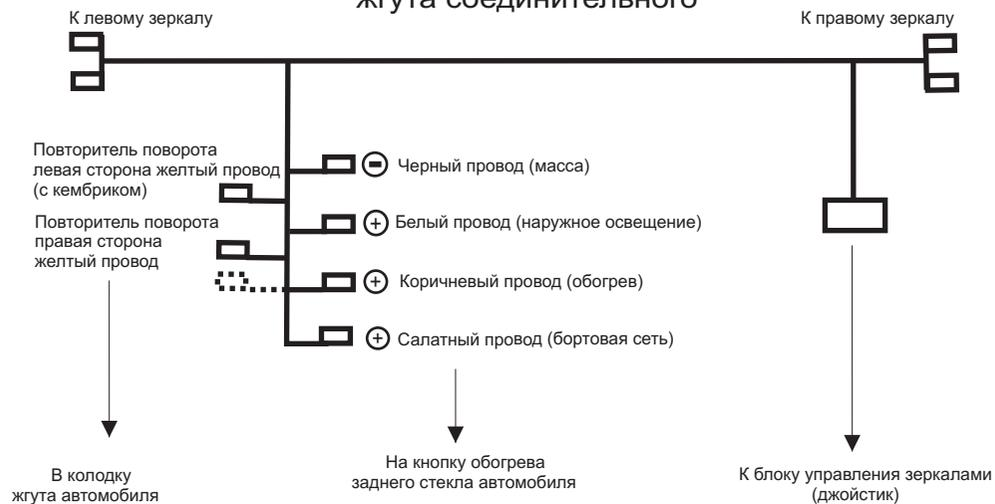

Рис. 2
4.13. Произвести подключение жгута соединительного к бортовой сети автомобиля согласно монтажной схеме Рис. 2.